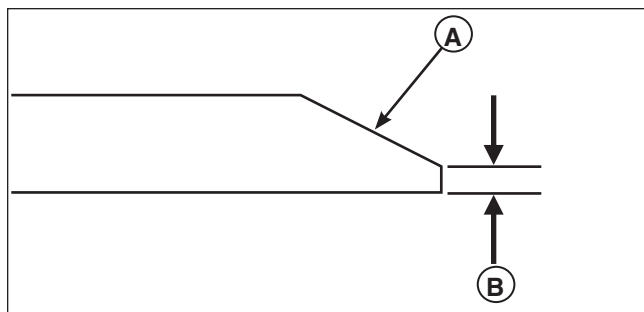

Figura 30. Afilamiento de las cuchillas del cortacésped
3. Mantenga el bisel original (A, Figura 30) al afilar. NO cambie el bisel de las cuchillas del cortacésped.
4. Las cuchillas del cortacésped deben tener un borde de corte máximo de 1/64" (0.40 mm) (B) o menos.